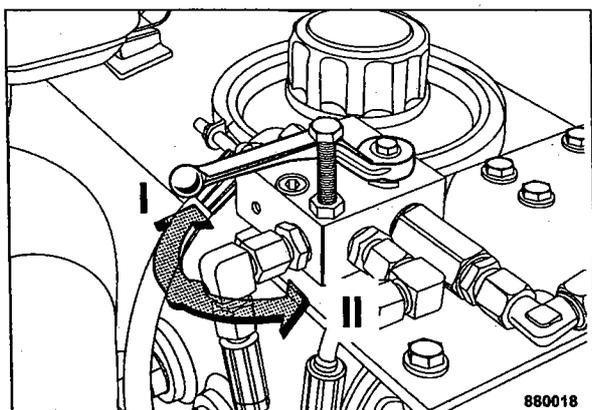

Fig. 79
- Volver a cambiar la llave esférica a posición "I", enroscar el tornillo de seguridad y asegurarlo con tuerca hexagonal (Fig. 79) (sólo máquinas AC).